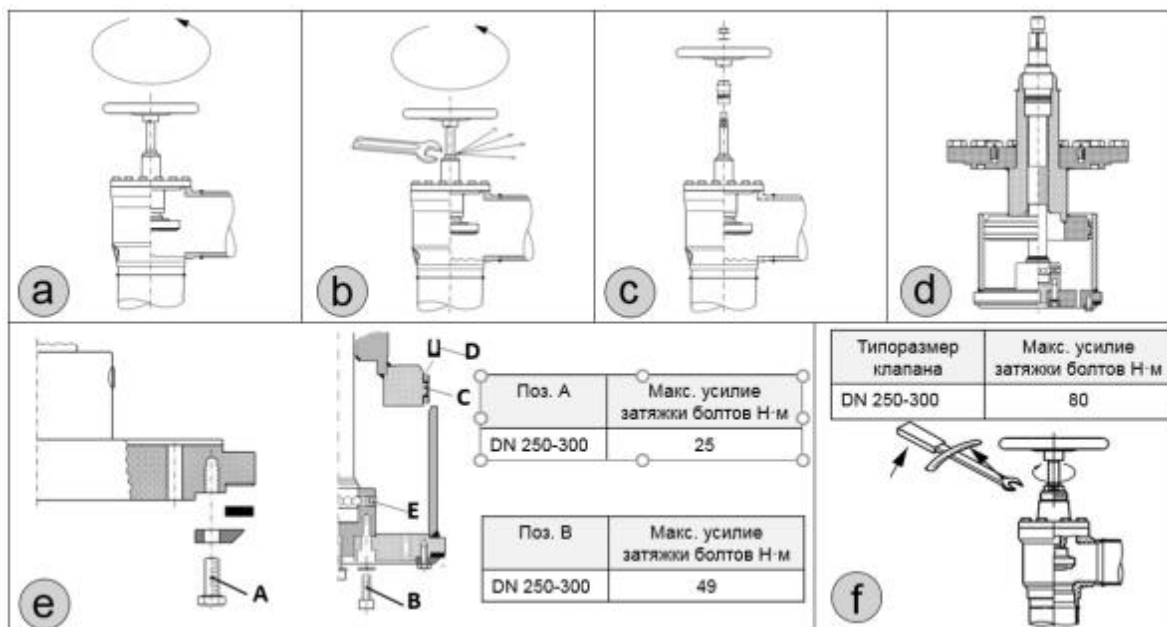

Рис. 6 Техническое обслуживание
- Для начала необходимо вывернуть шток запорного органа до полного открытия клапана (рис. 6а).
- В некоторых случаях за сальником может возникнуть избыточное давление. Для выравнивания (сброса) давления необходимо закрепить шток запорного органа (маховик) в неподвижном состоянии и медленно откручивать сальниковое уплотнение при помощи ключа (рис. 6б)
- После сброса давления можно снять маховик (если он имеется) и сальник (рис. 6с).
Тефлоновое кольцевое уплотнение можно снять, открутив болт (поз. А, рис. 6е). Если тефлоновое уплотнение имеет незначительные повреждения, его можно перевернуть и использовать обратную часть его поверхности. В случае, если кольцевое уплотнение деформировано или имеет глубокие повреждения (более 1 мм.) его необходимо заменить полностью. При установке тефлонового уплотнения болт «поз. А» необходимо затягивать динамометрическим ключом с усилием затяжки, указанным в таблице на рисунке 6е.
### Замена U-образного уплотнения или шариков конуса (рис. 6 е)
Перед сборкой клапана удалите из корпуса грязь. Убедитесь, что уплотнительные кольца не повреждены. Перед тем как установить запорную часть клапана в корпус, необходимо полностью выкрутить шток (рис.6, а), т.е. после сборки клапан SVA будет полностью открыт.